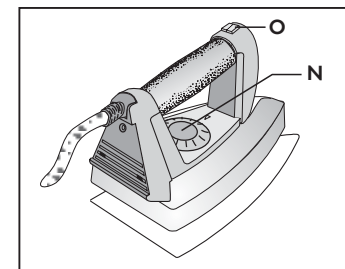

Fig. 23
- Regular o manípulo do ferro de passar (N) na correspondência do tecido (**Fig. 23**).
- Apertar a tecla de comando de vapor (O) colocada na empunhadura do ferro de passar (14), para activar ou desactivar a função de distribuição do vapor (**Fig. 23**).